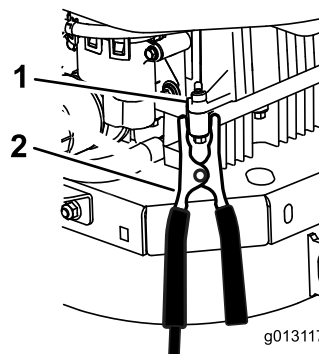

图50
6. 最后连接到缺电电池机器的**发动机缸体**而不是电池负极远离电池并往后站 图50。